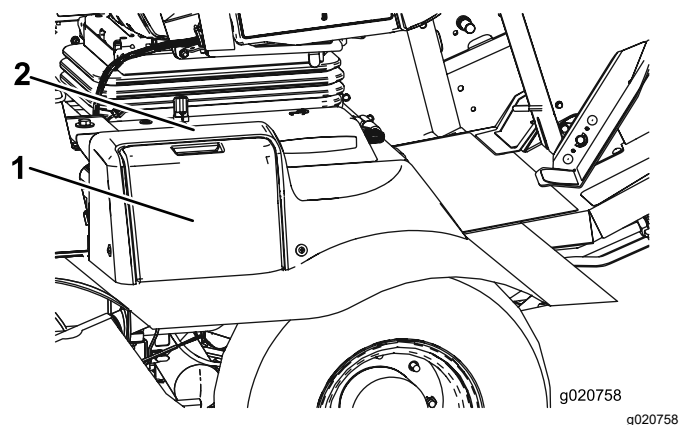

Figure 97
1. Ouvrez le couvercle de la batterie sur le côté du carénage (Figure 97).
Remarque: Appuyez sur la surface plate au-dessus du couvercle de batterie pour faciliter la dépose du couvercle (Figure 97).